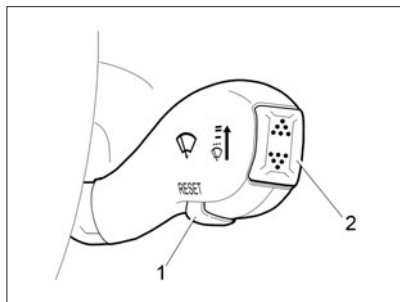

Рис. 31. Кнопки управления бортовым компьютером на рычаге переключателя стеклоочистителей (в вариантном исполнении)
Переключатель наружного освещения (ПНО) 1 (рис. 31а) имеет три фиксированных положения (или четыре в вариантном исполнении):
Рис. 31а. Модуль управления светотехникой и корректор ближнего света фар
Положения рукоятки гидравлического корректора света фар (рис. 31б) в зависимости от состояния загрузки автомобиля:
**Рис. 31б.** Корректор ближнего света фар